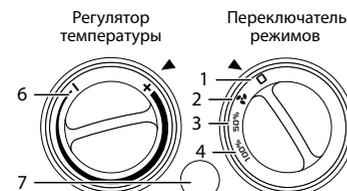

Рис. 2
**ПЕРЕД ПОДКЛЮЧЕНИЕМ ПРИБОРА** к электросети переведите переключатель режимов **3** в положение **1** (Рис. 2). Регулятор температуры **4** поставьте ближе к «←» вращая против часовой стрелки. Затем подключите тепловентилятор к электросети. Включите вилку шнура питания в розетку с напряжением 220-240 В и частотой 50 Гц.
Поверните регулятор температуры (Рис. 2) по часовой стрелке, как указано на изображении, в сторону плюса до характерного щелчка.
Для включения прибора в режиме вентиляции (без нагрева) переведите ручку переключателя **5** в положение **2 FAN** (Рис. 2).
Чтобы включить прибор в режиме обогрева, поверните переключатель режимов **5** (Рис. 2) по часовой стрелке в положение **3** для использования частичной мощности обогрева или в положение **4** для полной мощности обогрева помещения.
Чтобы включить режим поворота, нажмите на кнопку «7» – «SWING» (Рис. 2), повторное нажатие кнопки остановит режим поворота корпуса. Основная часть начнёт вращаться справа налево и обратно (Рис. 3). Не доворачивайте! Рис. 3 самостоятельно механизм поворота, это может привести к поломке изделия.
1. Если включён режим поворота, отключите его нажатием кнопки **7** – «SWING» (Рис. 2). При этом постарайтесь отключить его в положении центра.
2. Переведите ручку **5** (Рис. 2) в положение **2** (вентиляция).